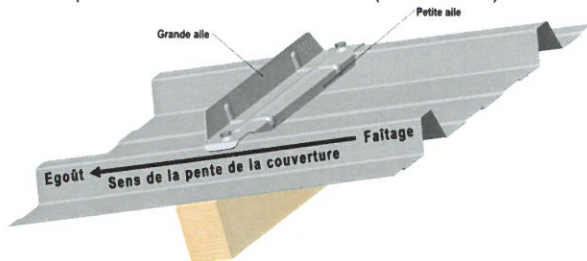

Figure 1 - Mise en oeuvre de l'arrêt de neige
(7) Conditions de mise en oeuvre :
- L'arrêt de neige est positionné à cheval aux sommets de deux nervures successives (figure 1).
- L'arrêt de neige doit être orienté afin que sa petite aile soit dirigée au plus proche du faitage de la couverture. La petite aile permet ainsi de ménager un espace vide en sous-face de l'arrêt de neige prenant en compte les phénomènes de gel-dégel pouvant intervenir au niveau de la couverture. La grande aile participe à la retenue de la neige (figures 1 et 2).